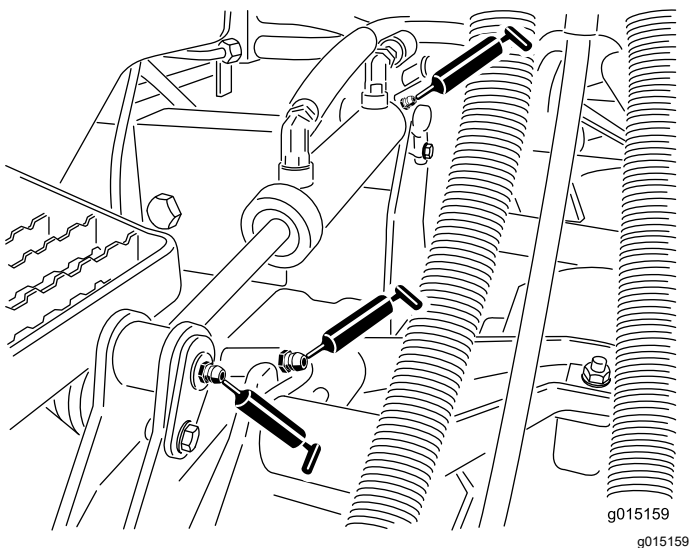

Figura 49
- Casquillos de los brazos de elevación (1 por unidad de corte) (Figura 49)
- Casquillos de los cilindros de elevación (2 por unidad de corte) (Figura 49)